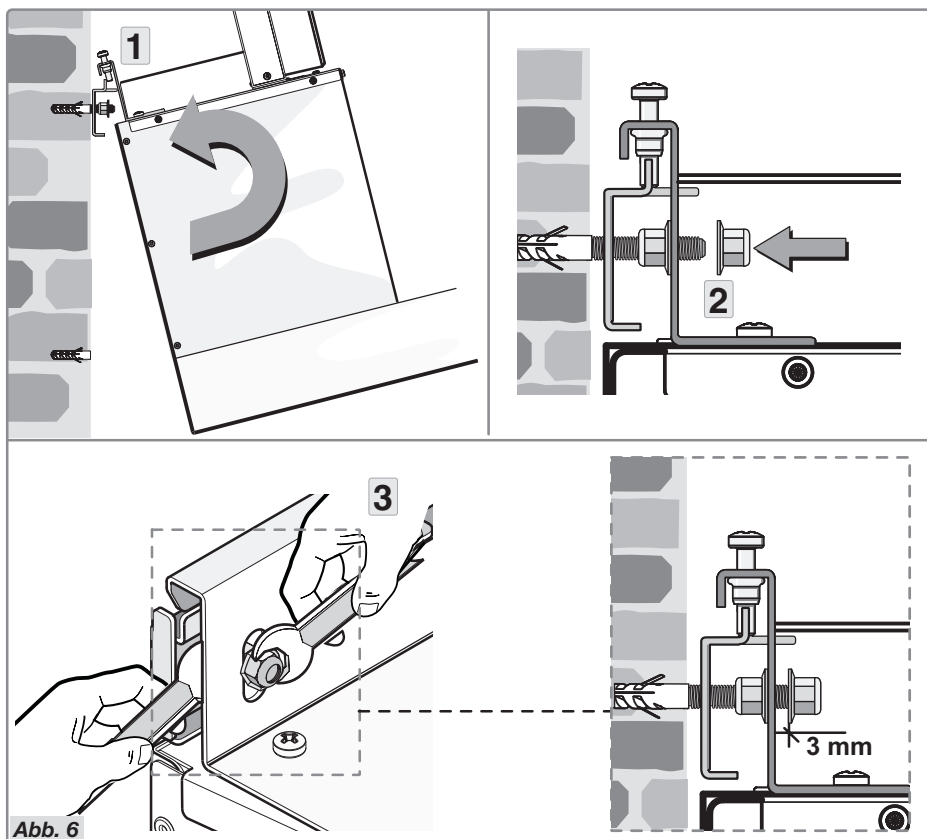

Abb. 6
- Kippen Sie die Abzugshaube ein wenig und haken Sie sie wie abgebildet an der Halterung fest (Abb. 6 Schritt 1).
- Positionieren Sie die Abzugshaube und befestigen Sie diese an der Halterung, indem Sie die Mutter auf die Schraube drehen (Abb. 6 Schritt 2).
- Benutzen Sie zu diesem Zweck einen passenden Schraubenschlüssel und fixieren Sie die Mutter mit einem zweiten Schraubenschlüssel (Abb. 6 Schritt 3). Der Abstand zwischen Mutter und Halterung beträgt mindestens 3 mm.